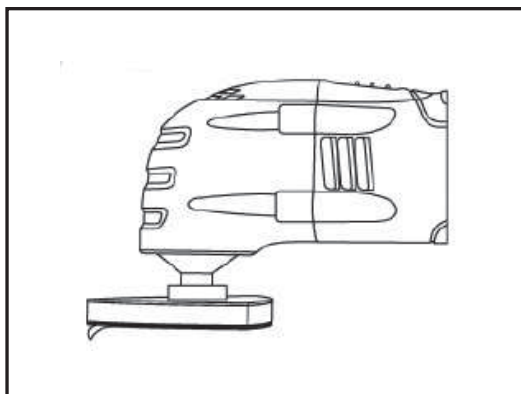

Рис. 4
3. Если Вы хотите снять наждачную бумагу, просто отлепите ее от прижимного башмака с липучкой (Рис. 4).